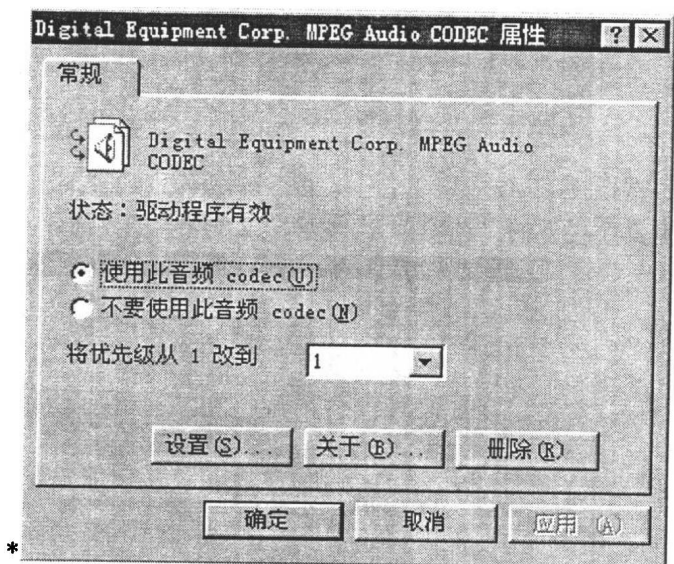

图 2.5
4. 点击“音频压缩的编码解码器”，双击其中的“Digital Equipment Corp.MPEG Audio Codec”，打开其属性对话框，如图 2.5 所示。